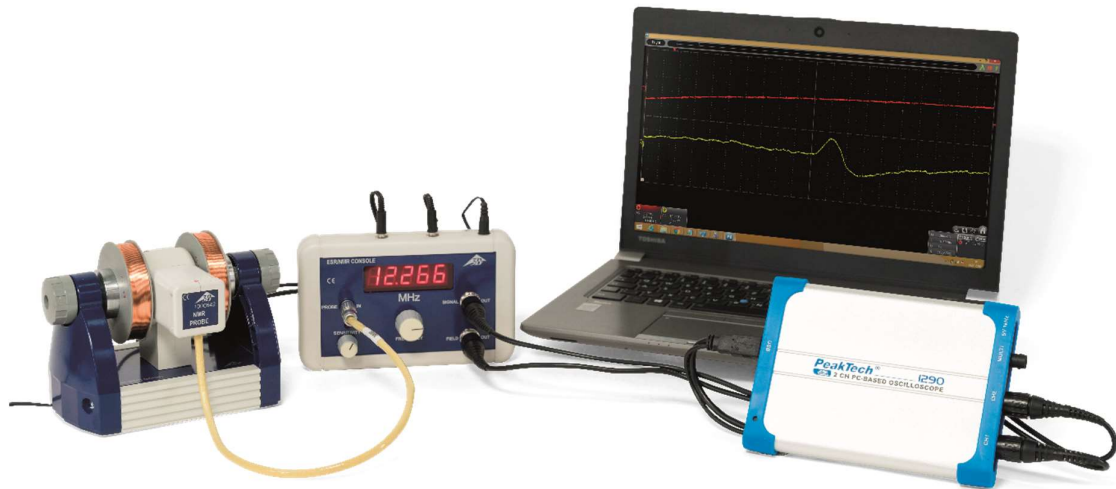

Fig. 3 Montaje de un experimento de RMN con un osciloscopio para PC
- Conecte la salida " SIGNAL OUT" de la consola de control al canal 1 del osciloscopio y la salida " FIELD OUT" al canal 2 (ver Fig. 3).